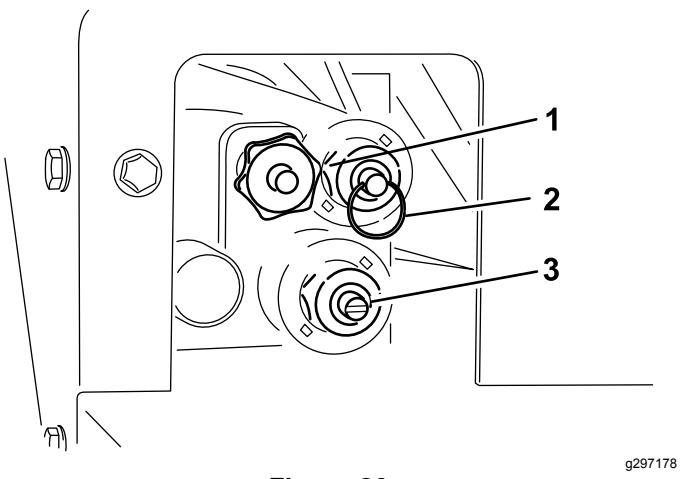

Figure 26
L'accès à la commande manuelle se trouve du côté conducteur du système hydraulique (Figure 26).
- Pour régler la vitesse de la bande transporteuse (Figure 26), tournez le bouton dans le sens horaire. La vitesse maximale de la bande transporteuse est utilisée dans le système à code couleur ; ce réglage peut ainsi être fait sans débit hydraulique. Cela est particulièrement pertinent lorsque la trémie est pleine de sable.
- Pour éléver la trémie (Figure 26), poussez l'anneau de la vanne.
- Pour abaisser la trémie (Figure 26), tirez sur l'anneau de la vanne.
- Pour régler la vitesse des distributeurs (Figure 26), utilisez un tournevis à lame plate pour tourner la commande dans le sens horaire pour augmenter la vitesse ou dans le sens antihoraire pour réduire la vitesse.